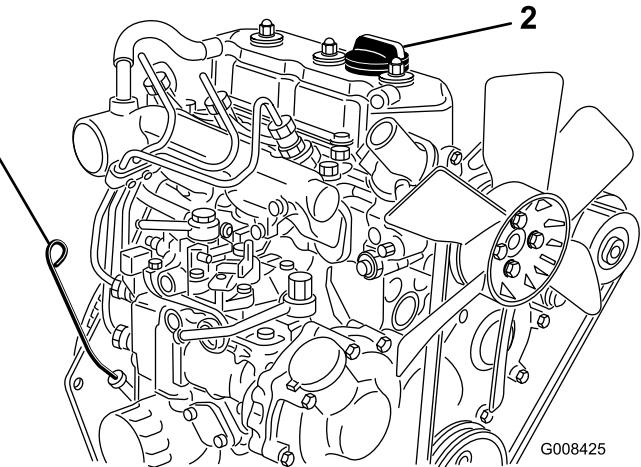

Figura 29
2. Retire a vareta e limpe-a com um pano limpo (Figura 29). Volte a colocar a vareta no tubo e verifique se está completamente introduzida. Retire a vareta do tubo e verifique o nível de óleo. Se o nível de óleo estiver baixo, retire o tampão de enchimento da cobertura da válvula e **lentamente** adicione óleo suficiente para elevar o nível de óleo até à marca Full, existente na vareta. Adicione o óleo lentamente e verifique o nível com alguma frequência durante o procedimento. **Não encha demasiado.**